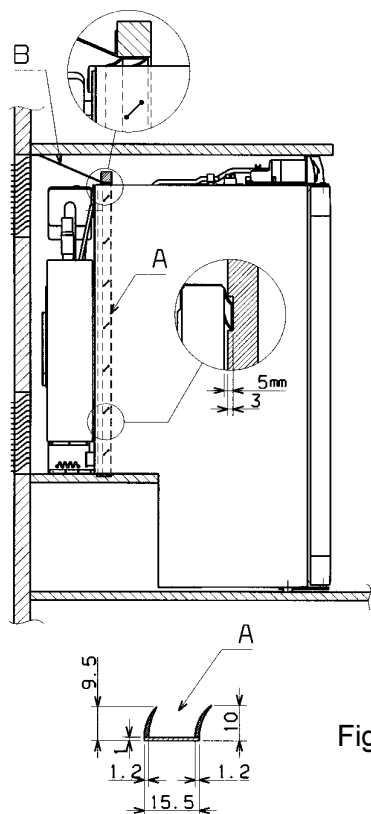

Fig.1
Indsæt afladepladen (B), der er forsynet med enæbetætninger (A) af robust, brandsikkert materiale, i installeringsnichen (se fig. 1).
Derudover skal afladepladen (B) med æbetætninger (A) lukke køleskabet af mod opholdsarealet (se fig. 1).